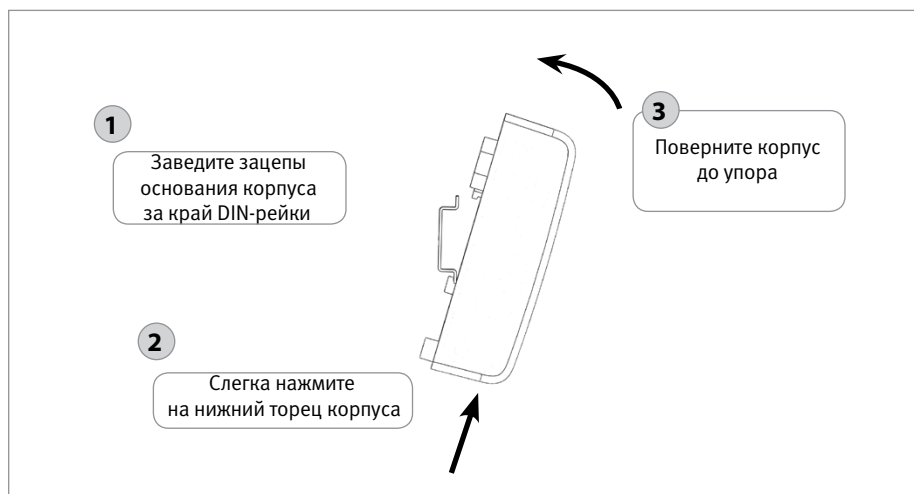

Рисунок 39. Порядок установки изделия на DIN-рейку
2.2. Установите изделие на DIN-рейку в порядке, указанном на Рисунок 39.
2.5. Установите крышку прибора в порядке, указанном на Рисунок 39.